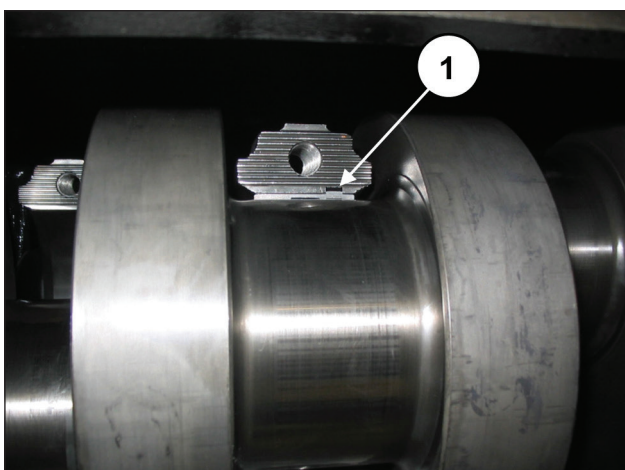

Рис. 58
**Для правильности сборки полуподшипников убедитесь, что контрольная шпонка полуподшипников попадает в специальный паз на половинке шатуна (поз. ①, Рис. 58).**